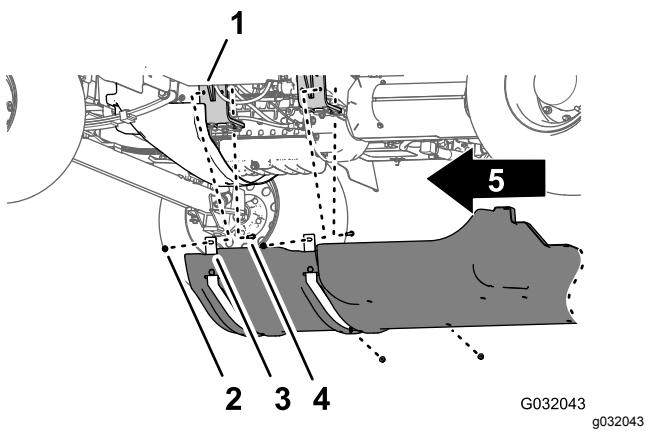

Figura 65
1. Alinhe o resguardo do chassis inferior com a parte inferior da máquina (Figura 65).
- Passe as flanges de montagem frontais do resguardo do chassis por cima dos parafusos e dos parafusos de carroçaria nos suportes de montagem do motor da máquina (Figura 65).
- Monte o resguardo do chassis nos suportes de montagem do motor e parafusos (Figura 65) com as quatro porcas de bloqueio flangeadas (5/16 pol.) que retirou no passo 2 de **Retirar o resguardo do chassis inferior** (página 4).